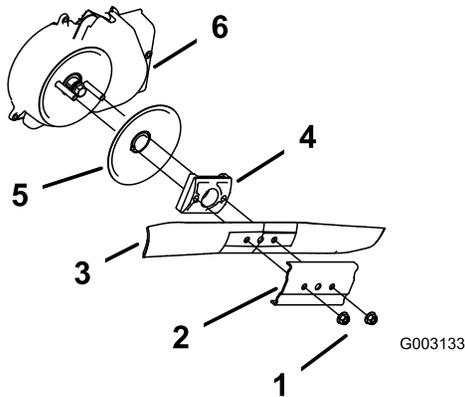

Figura 52
3. Retire las 2 tuercas de la cuchilla y el refuerzo (Figura 52).
4. Retire la cuchilla (Figura 52).
5. Retire el impulsor de la cuchilla y el disco protector del césped (Figura 52).
6. Retire el protector del sistema de frenado de la cuchilla (Figura 52).
10. Instale la cuchilla y el refuerzo con las 2 tuercas de la cuchilla que retiró anteriormente (Figura 52).